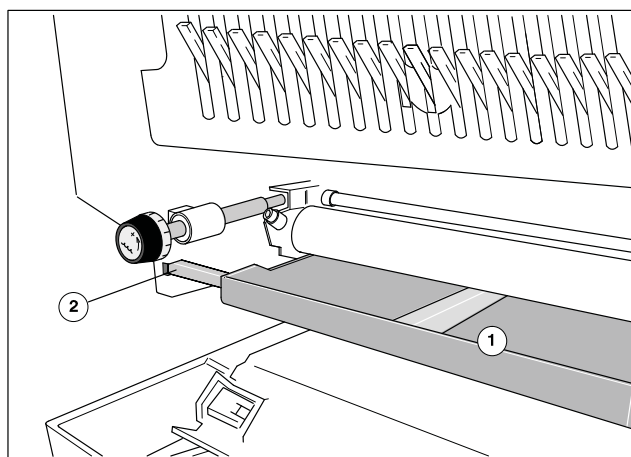

図7 水皿の取り付け
- ② 水皿(図7/①)を、湿しローラの下にある支持バーにのせて差し込みます。このとき、水皿の両側に付いているボルト(図7/②)を、サイドフレームのガイドに入れてください。
- ③ ガードを閉じます。